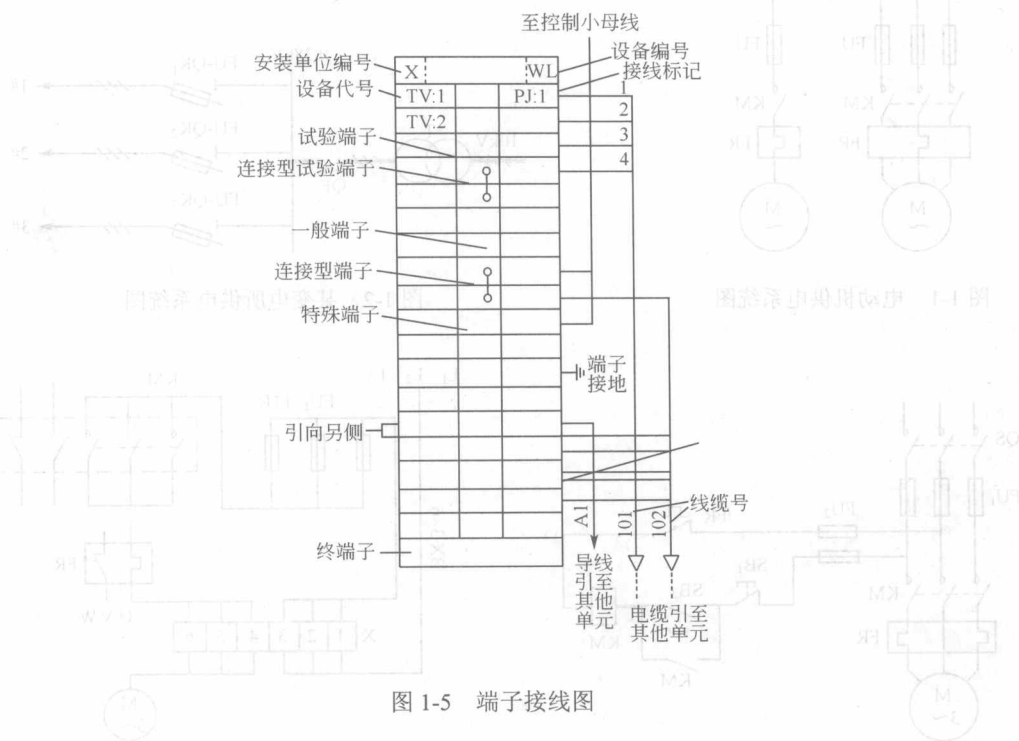

图 1-5 端子接线图
① 单元接线图 它是表示成套装置或设备中一个结构单元内的各元件之间的连接关系的一种接线图。这里所指“结构单元”是指在各种情况下可独立运行的组件或某种组合体。如电动机、开关柜等。
② 互连接线图 它是表示成套装置或设备的不同单元之间连接关系的一种接线图。
③ 端子接线图 它是表示成套装置或设备的端子以及接在端子上外部接线(必要时包括内部接线)的一种接线图, 如图 1-5 所示。
④ 电线电缆配置图 它是表示电线电缆两端位置, 必要时还包括电线电缆功能、特性和路径等信息的一种接线图。
(4) 电气平面图